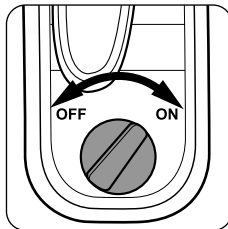

рис. 9
Топливный кран (18) (рис. 9) используется для управления подачей топлива из бака в карбюратор.